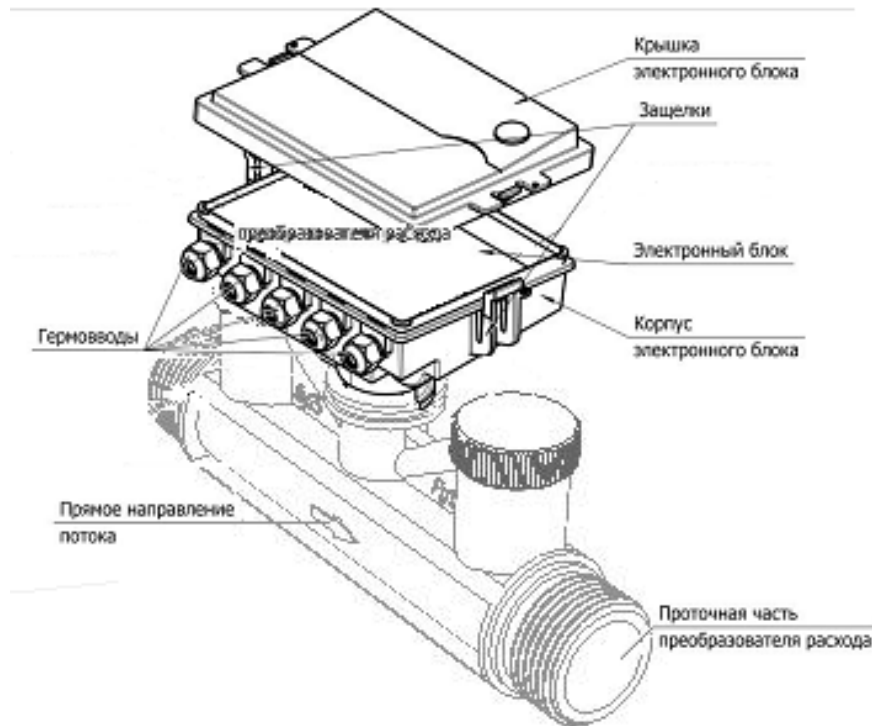

рис. 3.1
3.1 Основные элементы «УР» изображены на рис. 3.1.